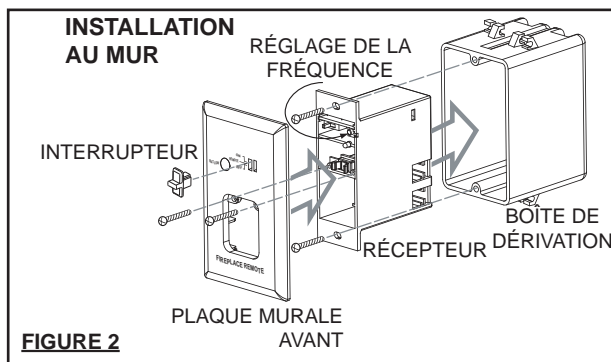

FIGURE 2
1.2 Appuyez légèrement sur le compartiment à piles du récepteur puis relâchez-le afin de permettre au compartiment à piles de sortir. Retirez l'interrupteur. Glissez le récepteur hors de la plaque de montage.. **FIGURE 2**
1.3 À l'aide des vis fournies, fixez le récepteur et la plaque murale avant dans une boîte de dérivation existante. **FIGURE 2**
Modèles à dégagement zéro : le récepteur peut être installé dans le compartiment de contrôle du gaz situé sous l'appareil à l'exception des modèles pleine vision où l'accès à cet emplacement est interdit. Voir « Installation murale » (Figure 2).